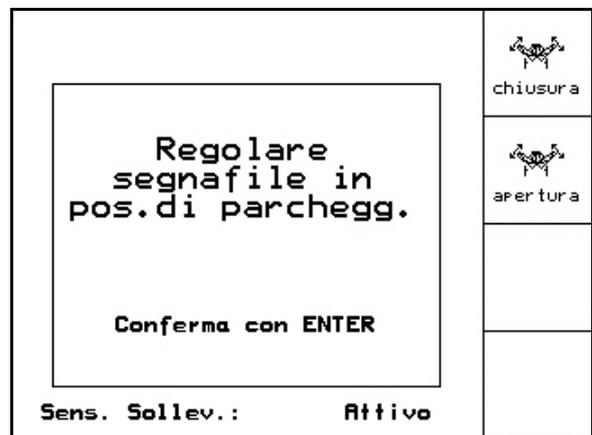

Figura 55
**Importante! Portare prima i marcasolco in posizione di trasporto (Figura 55).**